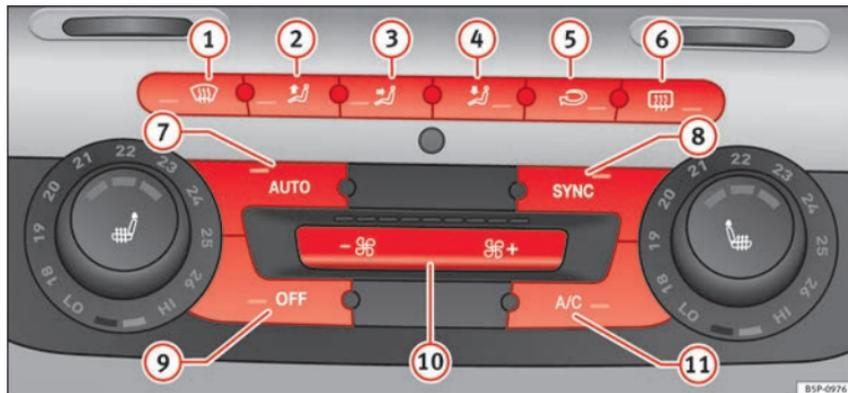

Fig. 117 Mandos del 2C-Climatronic en el tablero de instrumentos.
- Gire las rulinas de regulación de temperatura » fig. 117 para ajustar la temperatura del lado izquierdo y derecho, respectivamente.
- Pulse la tecla **AUTO** » fig. 117. Aparece “AUTO High” en el display de la radio (velocidad de turbina alta).
- Pulse de nuevo la tecla **AUTO** » fig. 117. Aparece “AUTO Low” en el display de la radio (velocidad de turbina baja).